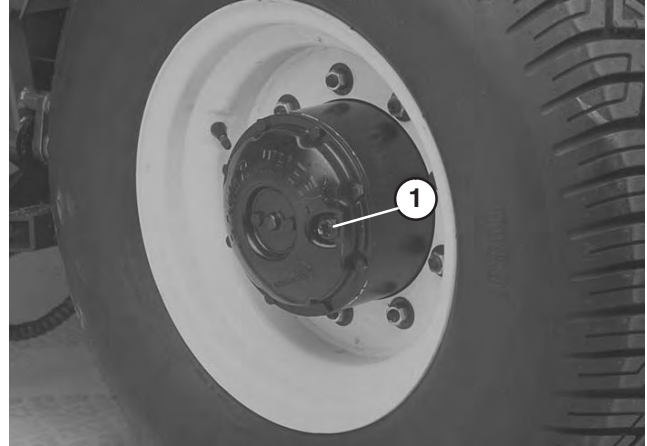

Figure 49
1. L'huile doit atteindre le bas de l'orifice de contrôle/vidange (Fig. 49) lorsque celui-ci est placé à 3 ou 9 heures. Pour effectuer ce contrôle, gardez le groupe de déplacement sur une surface plane et horizontale.